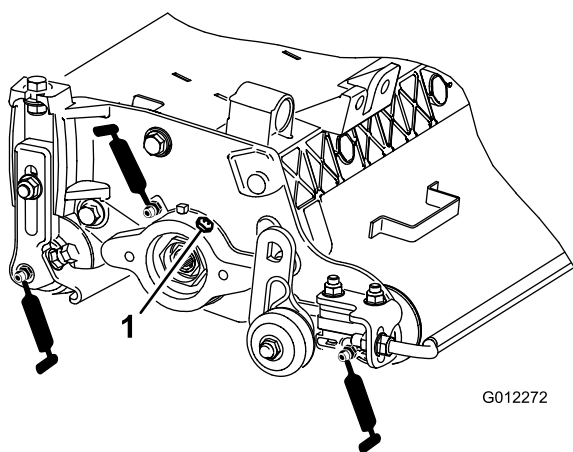

Figure 8
Chaque verticutter comprend 6 graisseurs (Figure 8) qu'il faut lubrifier chaque semaine avec de la graisse universelle au lithium n° 2.
2. Appliquez de la graisse jusqu'à ce qu'elle ressorte propre par les joints des rouleaux et le clapet de décharge du roulement (Figure 8).